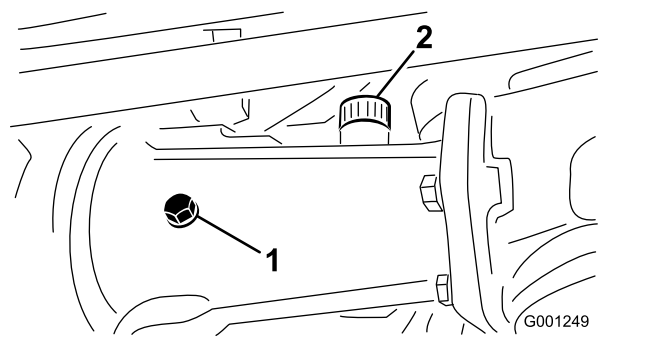
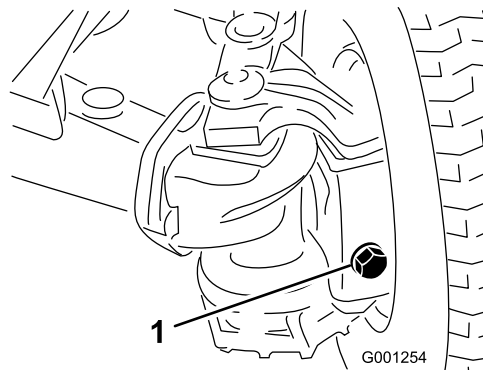

Figura 57
Figura 58
2. Rimuovete il tappo di controllo dall'alloggiamento dell'assale centrale e dall'assale e i tappi di riempimento/controllo in ciascuna scatola dell'assale esterno (Figura 57 e Figura 58).
3. Controllate che vi sia lubrificante fino ai filetti nella parte inferiore di ciascun foro del tappo (Figura 57 e Figura 58).
- A. In caso di riempimento dell'alloggiamento dell'assale centrale, rimuovete il tappo di riempimento (Figura 57).
- B. Aggiungete il lubrificante dell'assale posteriore specificato nel serbatoio (o serbatoi) dell'assale fino a quando il lubrificante non raggiunge la parte inferiore dei fori dei tappi di controllo (Figura 57 e Figura 58).
- C. In caso di rimozione dall'alloggiamento dell'assale centrale, applicate un composto frenafilietti PTFE ai filetti del tappo di riempimento e montatelo nell'alloggiamento (Figura 57).
5. Applicare il composto frenafilietti PTFE ai filetti del tappo di controllo dall'alloggiamento dell'assale centrale e dei tappi di riempimento/controllo dalle 2 scatole dell'assale esterno (Figura 57).
trollo nelle 2 scatole dell'assale esterno (Figura 57 e Figura 58).
riferimento a Figura 57 e Figura 58 in Verifica del lubrificante del ponte posteriore (pagina 58).
1. Tappo di spurgo (3)
8. Applicate il composto frenafilietti PTFE ai filetti del tappo di controllo dall'alloggiamento dell'assale centrale e dei tappi di riempimento/controllo dalle 2 scatole dell'assale esterno; fate riferimento a Figura 57 e Figura 58 in Verifica del lubrificante del ponte posteriore \(pagina 58\).